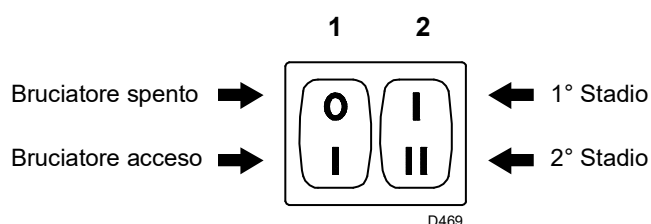
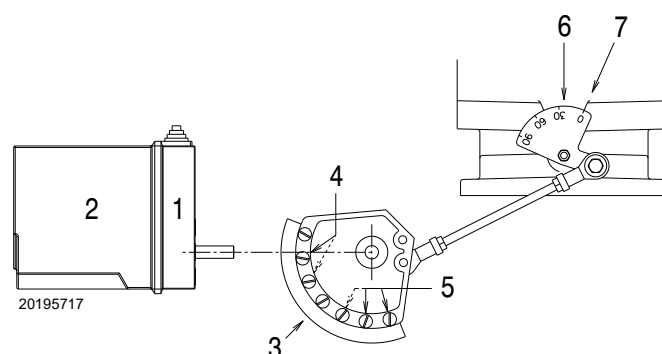

Fig. 24
Fig. 29
- l'interruttore 1)(Fig. 24) in posizione "Bruciatore acceso";
- l'interruttore 2)(Fig. 24) in posizione "1° Stadio".
Nella descrizione che precede abbiamo lasciato il bruciatore acceso, funzionante in 1° stadio. Mettere ora l'interruttore 2)(Fig. 24) in posizione 2° stadio: il servomotore aprirà la serranda aria e, contemporaneamente, aprirà pure la farfalla del gas a 90°.
Variare in progressione il profilo finale della camma 3)(Fig. 29) agendo sulle viti 5).
Mettere l'interruttore 2)(Fig. 24 a pag. 24) in posizione 1° stadio: il servomotore 1)(Fig. 29) chiuderà la serranda aria e, contemporaneamente, chiuderà pure la farfalla del gas fino a 15°, cioè fino alla regolazione fatta in fabbrica.
- Se bisogna aumentarla, passare in 2° stadio azionando l'interruttore 2)(Fig. 24 a pag. 24) ed aumentare un poco l'angolo della leva arancio con piccoli spostamenti successivi, cioè portarsi dall'angolo 15° a 17° - 19°.... Quindi ritornare in 1° stadio e misurare la portata del gas.
Variare in progressione il profilo iniziale della camma 3)(Fig. 29) agendo sulle viti 4). Possibilmente non ruotare la prima vite: è quella che deve portare la serranda dell'aria alla totale chiusura.